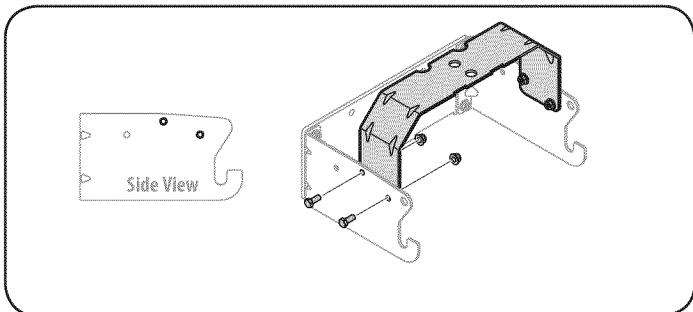

Figure 4
**IMPORTANTE:** Montar el soporte de enganche con los agujeros más cercanos a los ganchos de montaje. Vea la Figure 4.